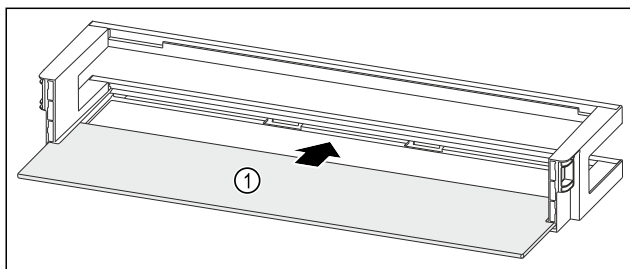

Fig. 92 Dørhylle med oppstillingsplass
- Skyv oppstillingsplassen Fig. 92 (1) inn i fordypningene på sidene.